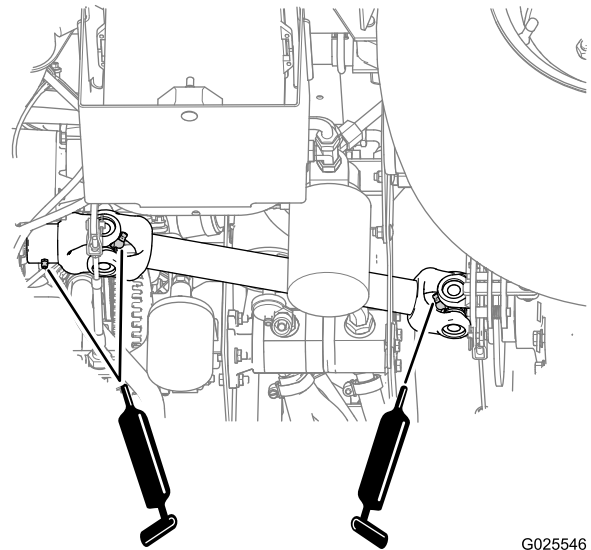

**Figura 48**
- **Giunti sferici** (4); fate riferimento alla Figura 48
- **Supporti a perno** (2); fate riferimento alla Figura 48
- **Cilindro dello sterzo** (2); fate riferimento alla Figura 48
- **Tiranti** (2); fate riferimento alla Figura 48